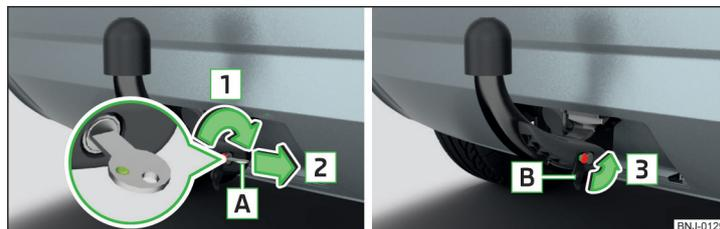

Fig. 135 Verrouiller le verrou et retirer la clé / enficher le cache sur le verrou
- Tournez la clé **[A]** dans le sens de la flèche **[1]** de sorte que son marquage vert soit orienté vers le haut » fig. 135.